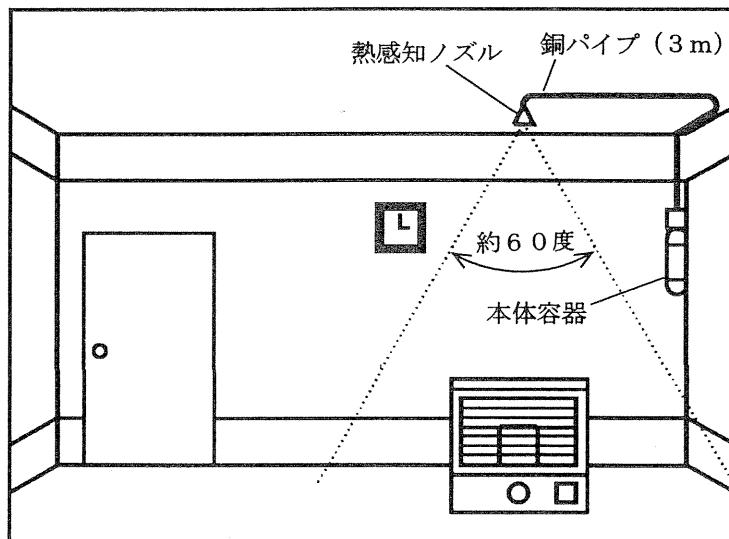

図1
- ◆ 消火薬剤は、ノズルから約60度の円錐状パターンで噴霧状に放射されます。(図1参照)
- 銅パイプの長さは3mです。热感知ノズルから3m以内のしっかりした壁または柱に取付位置を決めてください。(図1参照)